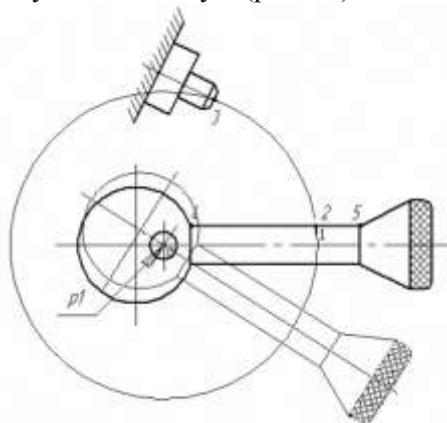

Рисунок 44. Поворот объектов
– В ответ на запрос системы **Укажите точку центра поворота или введите ее координаты** укажите точку 1 (рис. 44).
– В ответ на запрос системы **Укажите новое положение базовой точки или введите ее координаты** укажите точку 3. используйте привязку **Пересечение** (рис.44) Деталь будет повернута в требуемое положение.